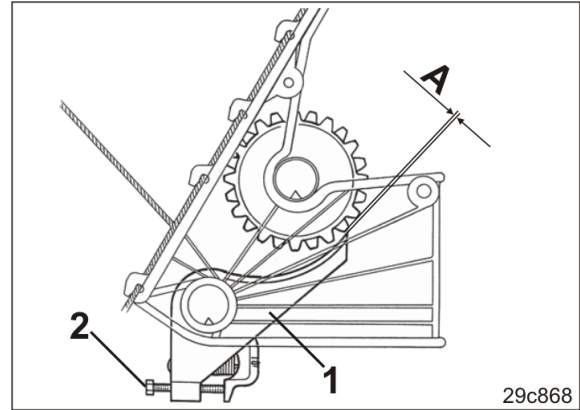

Fig. 236
2. Kontrollér, at bundklapperne (Fig. 236/1) går let.
Afstand "A" (Fig. 236) mellem bundklappen og såhjulet er 0,1 til 0,5 mm.
5. Indstil den foreskrevne afstand med bolten (Fig. 236/2).